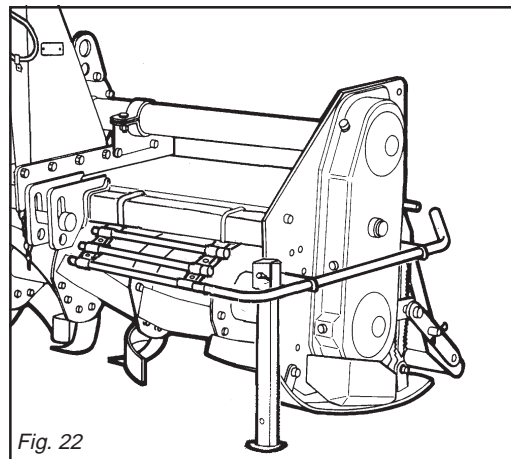

Fig. 22
- Position the support foot as shown in the figure 22.
- Den Stützfuß wie in Abb. 22 gezeigt anordnen.
- Placer le pied d'appui (voir figure 22).